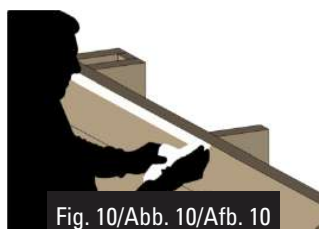

Fig. 10/Abb. 10/Afb. 10
- Stick the two-faced adhesive tape panel by panel, aligning it with the upper part of the top boards (figure 10). If the wood is slightly humid and dusty, it can be smoothed using sandpaper to facilitate adherence.
- Collez l'adhésif double face pan par pan, en, l'alignant au sommet des madriers supérieurs (figure 10). Si le bois est un peu humide ou poussiéreux, vous pouvez l'adoucir avec un papier de verre pour faciliter l'adhérence.
• Kleben Sie das doppelseitige Klebeband, Paneel nach Paneel, auf, indem Sie es am oberen Teil der oberen Bretter ausrichten (Abb. 10). Wenn das Holz ein wenig feucht oder staubig ist, können Sie es mit Sandpapier glätten, um das Anhaften zu erleichtern.
• Plak het dubbelzijdig plakband van paneel tot paneel, in lijn met het bovenste deel van de bovenste planken (afbeelding 10).